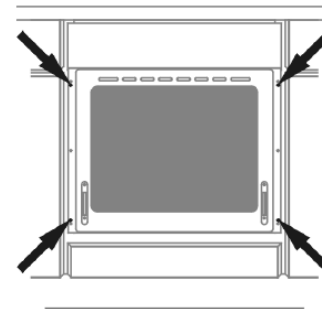

Abbildung 6 Backofen
- Den Backofen vollständig in den Umbauschrank schieben. Mit vier Schrauben an den auf der Skizze Abb.6 dargestellten Stellen in dieser Position sichern.